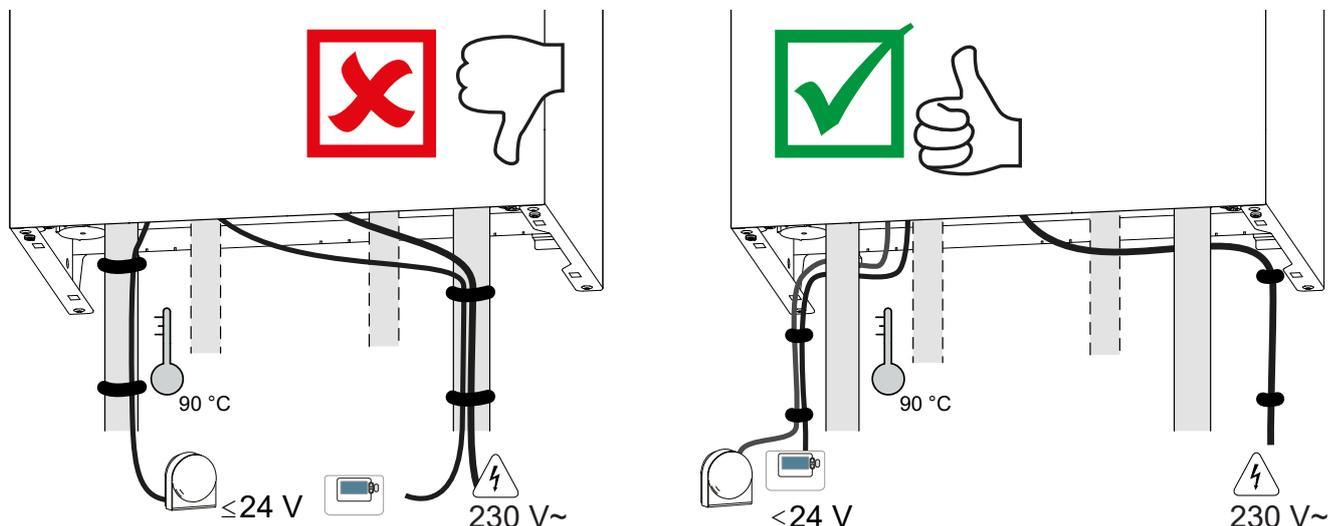
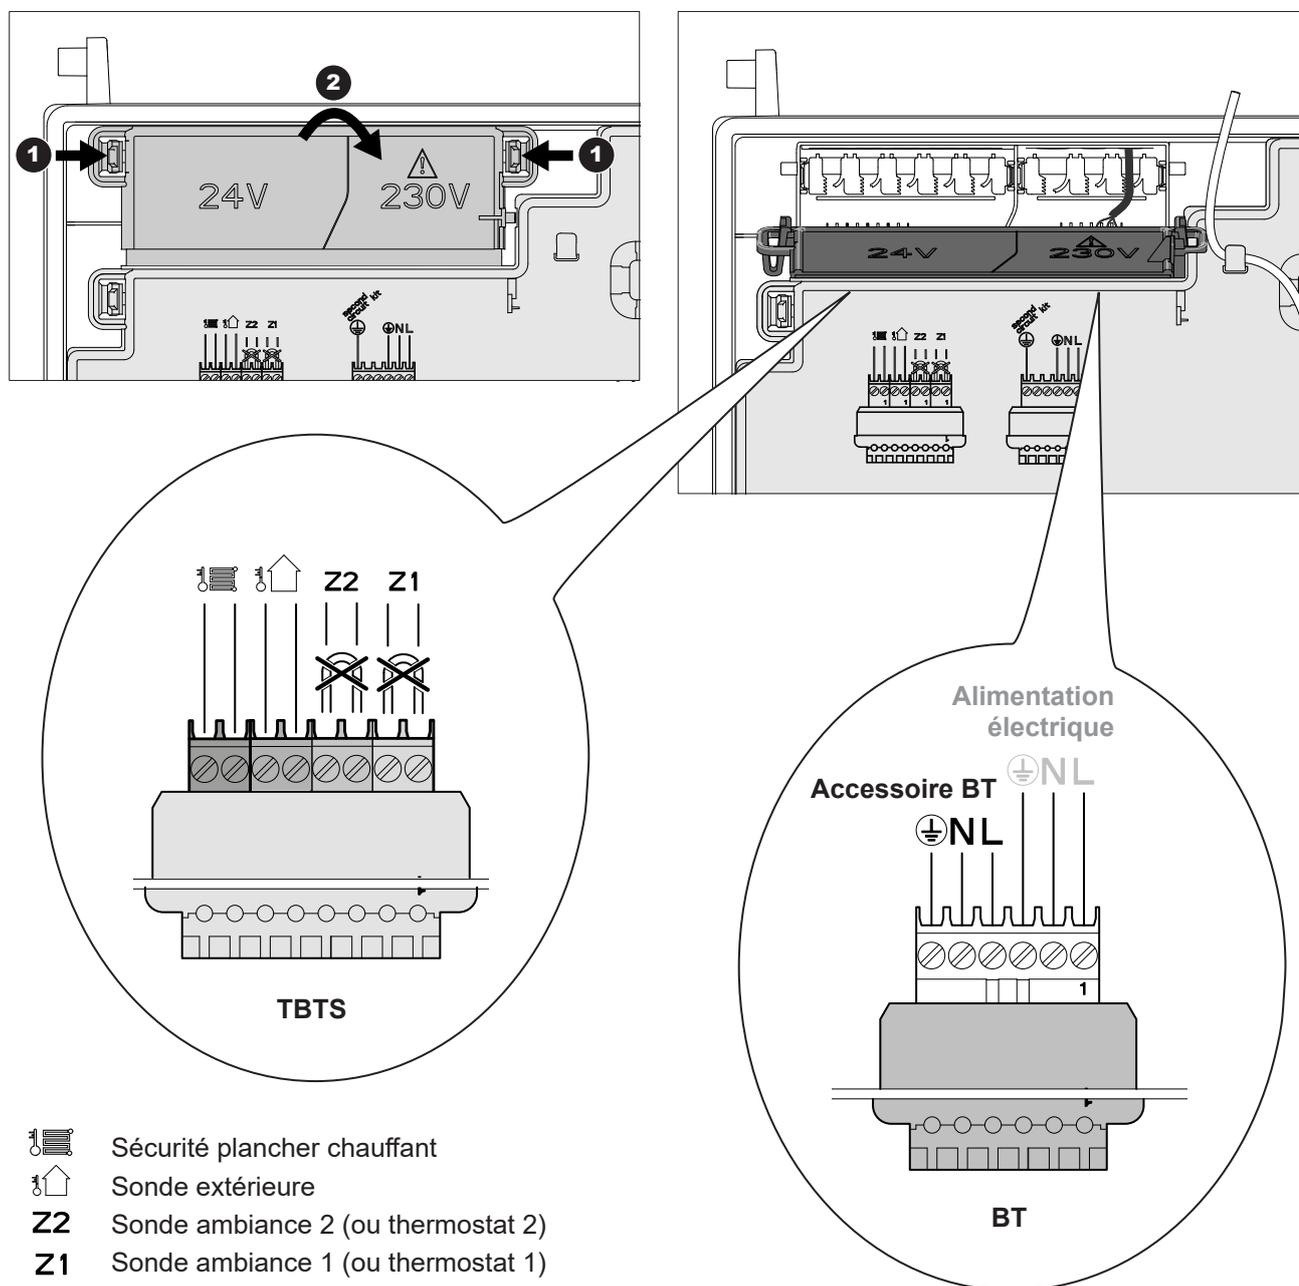

fig. 19 - Chemin de câbles
fig. 21 - Accès borniers
Des bornes sont disponibles sur le connecteur BT (fig. 21) pour alimenter un accessoire.
- Effectuer les raccordements suivant les schémas (fig. 19 et fig. 21).